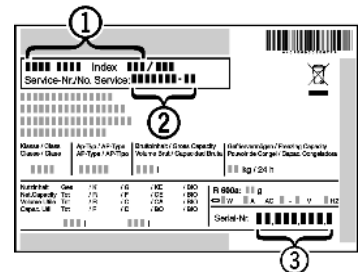

Fig. 12
- ▶ Назва пристрою *Fig. 12 (1)*, сервісний номер *Fig. 12 (2)* та серійний номер *Fig. 12 (3)* вказані на табличці типів. Табличка типів знаходиться всередині пристрою, зліва.
- ▶ Повідомте сервісну службу про характер неполадки, назву пристрою *Fig. 12 (1)*, сервісний номер *Fig. 12 (2)* та серійний номер *Fig. 12 (3)*.